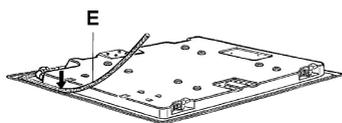

Fig. 9
- A aplicação da massa de calafetar deve ser feita da seguinte forma: apoiar o cooktop com o seu lado inferior para cima [Fig. 9]. As tiras de massa de calafetar "E" devem ser colocadas na borda que ficará em contato com o tampo, em toda a sua periferia. Fazer com que a aderência entre a massa de calafetar e a borda do cooktop seja boa, pressionando com os dedos. Ao final deve haver total continuidade do material de isolamento na borda do cooktop.